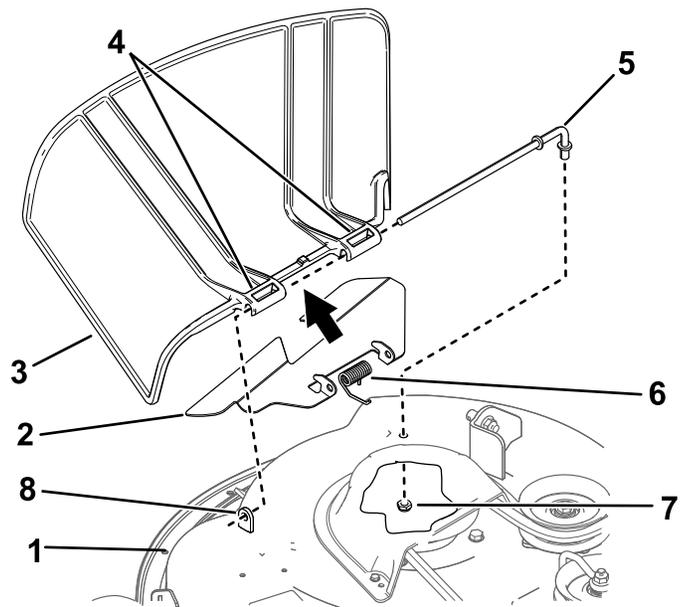

Figure 73
- Retirez l'écrou ($\frac{3}{8}$ ") de la tige, sous le plateau de coupe (Figure 73).
- Sortez la tige de la courte cheville de positionnement, du ressort, du petit déflecteur et du déflecteur d'herbe (Figure 73).
- Posez les nouveaux déflecteur d'herbe et petit déflecteur (Figure 73).
7. Insérez la tige dans le petit déflecteur et dans le second pivot du déflecteur d'herbe (Figure 73).
9. Fixez l'extrémité arrière de la tige dans le plateau de coupe à l'aide d'un écrou ($\frac{3}{8}$ "), comme montré à la Figure 73.